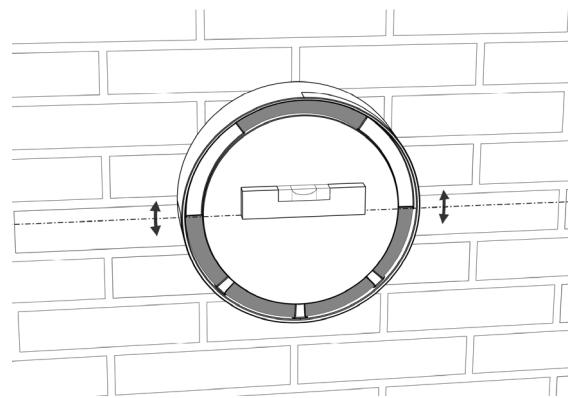

Figure 16 - Chapeau de ventilation de niveau
2. Faites pivoter le chapeau de ventilation jusqu'à ce qu'il soit de niveau (voir Figure 16).